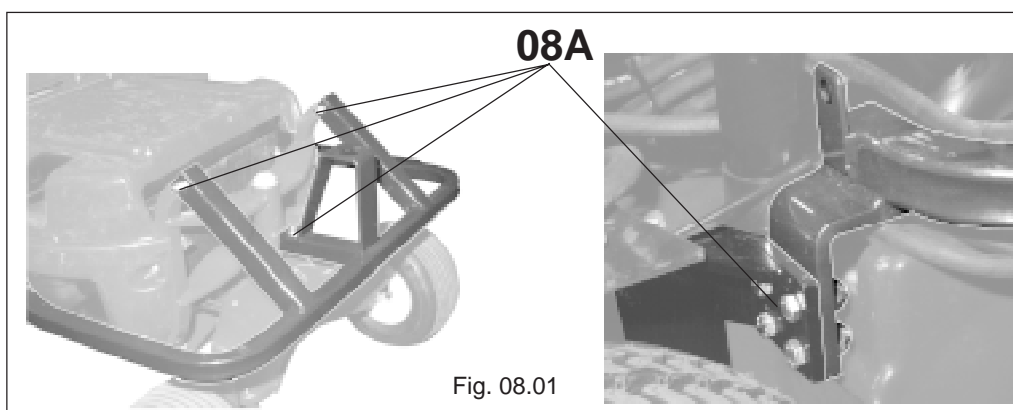

Fig. 08.01
**Fissare l'elevatore al telaio della macchina nei punti indicati in Fig. 08.01**
Fix the elevator to the machine body at the points indicated in Fig. 08.01
Fixer l'élévateur au châssis de la machine aux endroits indiqués à la Fig. 08.01
Befestigen Sie die Hochentleerung auf dem Untergestell der Maschine in den angegebenen Punkten, siehe Fig. 08.01